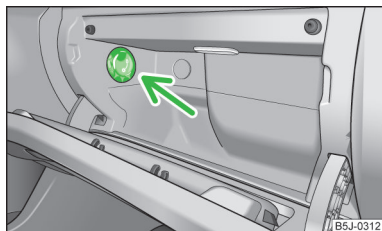

Fig. 68
► Con l'interruttore rotante » fig. 68 si apre e si chiude il flusso d'aria.